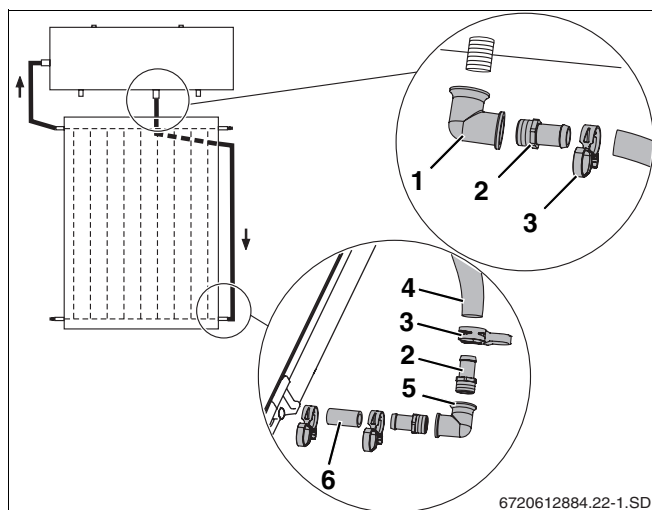

fig. 22 Montagem da tubagem de retorno
- ▶ Montar previamente o cotovelo para o termoacumulador (fig. 22, **item 1**) com o terminal de mangueira (fig. 22, **item 2**) e aparafusar à ligação de retorno do termoacumulador.
- ▶ Monte previamente o cotovelo para o colector (fig. 22, **item 5**) com dois terminais de mangueira (fig. 22, **item 2**) e introduza-o na mangueira solar curta no colector em baixo (fig. 22, **item 5**). Fixe com braçadeiras de fita elástica (fig. 22, **item 3**).
- ▶ Estabeleça a ligação entre o termo-acumulador e o colector com a mangueira solar de 2.400 mm (fig. 22, **item 4**) e fixe-a com braçadeiras de fita elástica.